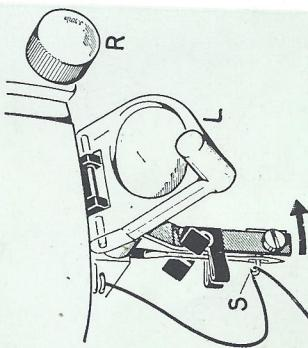

Fig. 6
- girar el botón «R» (fig. 6): el ganchito «S» penetrará en el ojo de la aguja,